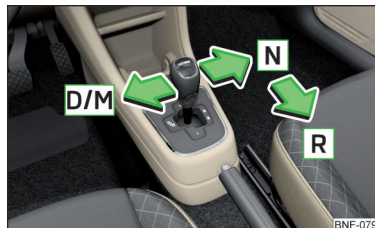

Fig. 122
Ved at flytte gearvælgeren kan den placeres i en af de efterfølgende positioner » Fig. 122.
- Tryk gearvælgeren til den fjedrede position i pilens retning » Fig. 122 på side 98, og vælg position **D**.